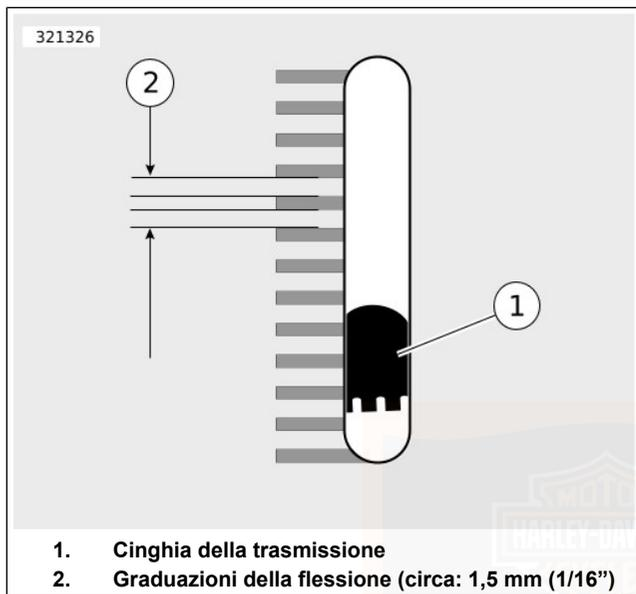

Figura 72. Finestra di visualizzazione della flessione delle cinghie
- a. **Modelli dotati della finestra di visualizzazione della flessione della cinghia:** Vedere Figura 72. Misurare la flessione della cinghia come si vede attraverso la rispettiva finestra di visualizzazione tenendo fermo il misuratore. Ogni graduazione della flessione corrisponde a circa 1,59 mm (1/16 in).